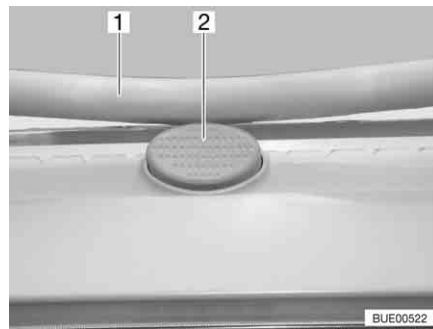

Fig. 87 Bouton de sûreté sur le lanterneau Heki
- Appuyer sur le bouton de sécurité (Fig. 87,2) et tirer l'étrier (Fig. 87,1) vers le bas avec les deux mains.
- Pousser l'étrier vers le haut avec les deux mains jusqu'à ce que ce dernier se trouve au-dessus du bouton de sûreté (Fig. 87,2).